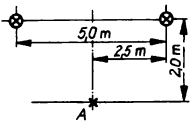

Bild 90
- 11.12** Zwei Glühlampen von je 32 cd sind 5,0 m voneinander entfernt 2,0 m hoch angebracht (Bild 90). Berechnen Sie die Beleuchtungsstärke für den Punkt A unter Annahme richtungsunabhängiger Lichtstärkeverteilung.